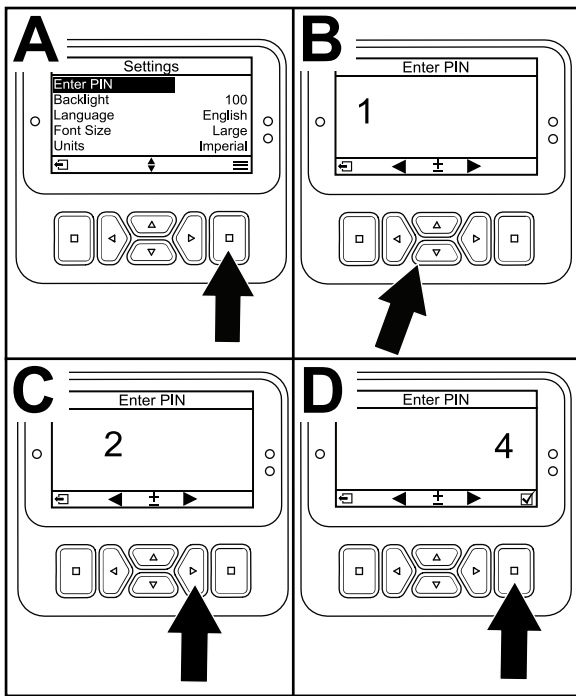

Bild 26
3. Drücken Sie für die Eingabe des PIN-Codes die auf/ab Navigationstasten Bild 26, bis die erste korrekte Ziffer angezeigt wird; drücken Sie dann die rechte Navigationstaste Bild 26, um auf die nächste Ziffer (B und C) zu gehen. Wiederholen Sie diesen Schritt, bis Sie die letzte Ziffer eingegeben haben.